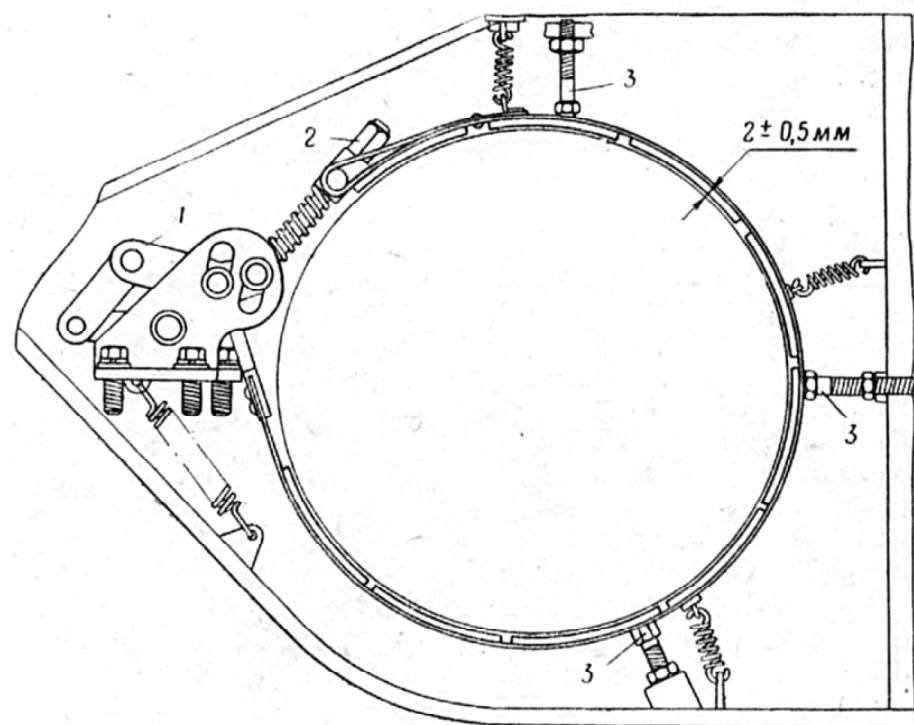

Рис. 27 Схема регулировки остановочных тормозов:
2. Отпустить контргайки регулировочных болтов 3 (рис. 27) остановочного тормоза.